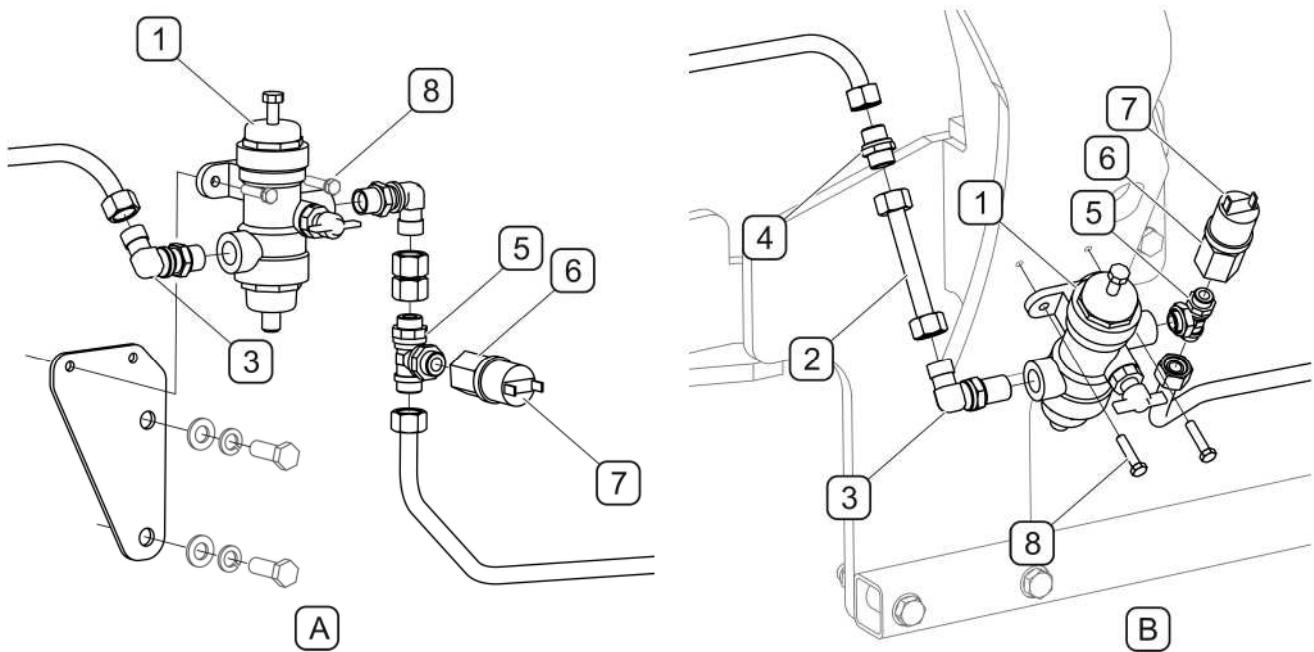

РИСУНОК 4.13 А Модификация пневматической системы в тракторах KIOTI DK551C
В тракторах KIOTI DK551C ранее демонтированный регулятор давления воздуха нужно прикрепить непосредственно к левому кронштейну на несущей раме. Соединить элементы пневматической системы (РИСУНОК 4.13 А), используя пневмопровод (2) и корпус соединительной муфты (4). После выполнения вышеперечисленных операций нужно проверить герметичность пневматической системы.